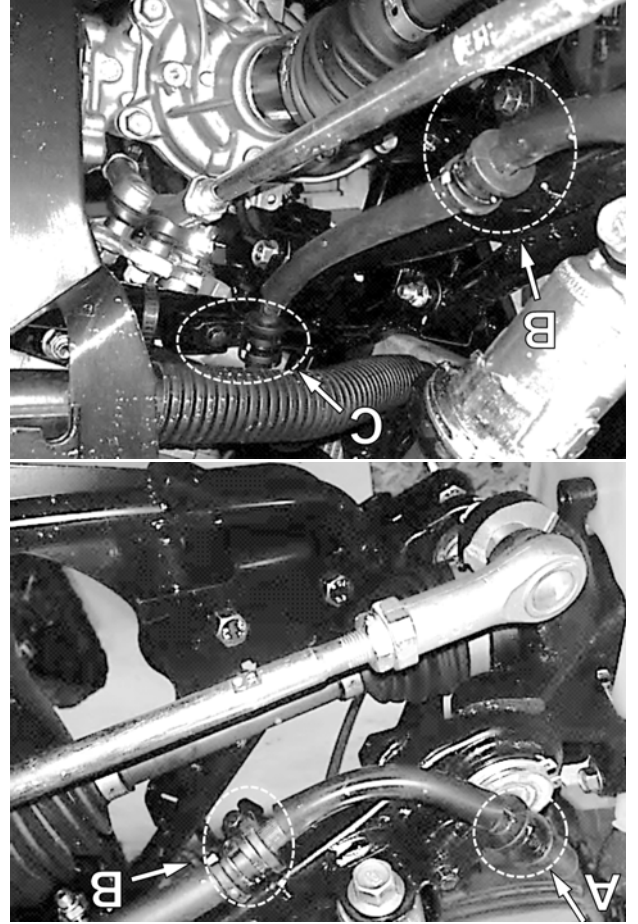

Fig. 13
3. Retirer et jeter la bride de fixation (A) au boyau de frein près du joint à rotule. Retirer la bride (B) fixée au milieu du bras de suspension. Desserrer la bride (C) fixée au châssis. La Fig. 13 montre le côté gauche.